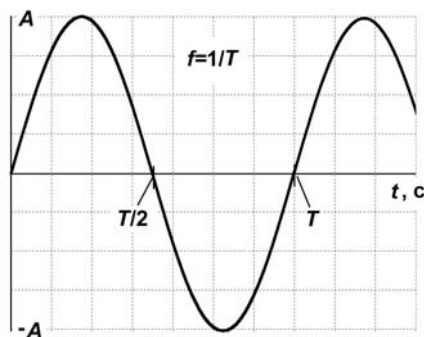

Рис. 4.2. График простого синусоидального колебания
На рис. 4.2 приведен график такой величины в зависимости от времени в условном масштабе. По оси ординат могут быть отложены как напряжение или ток, так и любой другой физический параметр. Отрезок времени T есть период изменения, а величина A носит название *амплитуды* и представляет собой максимальное значение нашей переменной в одном периоде (отметим, что для синусоидального закона минимальное значение — на части графика ниже оси абсцисс — строго равно максимальному). Величина, обратная периоду, обозначается буквой f и носит название *частоты* (см. формулу на рис. 4.2 сверху). Для нее придумана специальная единица измерения — это хорошо всем знакомый герц (Гц), названный так в честь немецкого физика XIX века Генриха Герца, доказавшего существование радиоволн. Как следует из определения частоты, размерность герца есть единица, деленная на секунду: $1 \text{ Гц} = 1/\text{с}$. Это просто-напросто означает, что колебание с частотой 1 Гц имеет период повторения ровно 1 секунду. Соответственно, 1 кГц (килогерц) означает, что в одной секунде укладывается тысяча периодов, 1 МГц (мегагерц) — миллион периодов и т. п.
Эта величина носит название *фазы*. Взятая для одного отдельного колебания, величина фазы выглядит не имеющей особого смысла, т. к. мы всегда можем сместить точку начала отсчета времени так, чтобы привести уравнение к виду (1), а, соответственно, график — к виду рис. 4.2, и при этом ничего не изменится. Однако все будет выглядеть иначе, если мы имеем два связанных между собой колебания — скажем, напряжения в разных точках одной схемы. В этом случае нам может быть важно, как соотносятся их величины в каждый момент времени, и тогда фаза одного переменного напряжения относительно другого (называемая в этом случае *сдвигом* или *разностью фаз*) и будет характеризовать такое соотношение. Для колеба-
Для того чтобы понять смысл этого вопроса, давайте внимательно рассмотрим график синусоидального напряжения на рис. 4.2. В каждый момент времени величина напряжения в нем разная — соответственно, будет разной и величина тока через резистор нагрузки, на который мы подадим такое напряжение. В моменты времени, обозначенные $T/2$ и T (т. е. кратные половине периода нашего колебания), напряжение на нагрузке вообще будет равно нулю (ток через резистор не течет), а в промежутках между ними — меняется вплоть до некоей максимальной величины, равной амплитудному значению A . Точно так же будет меняться ток через нагрузку, а следовательно, и выделяемая мощность (которая от направления тока не зависит —
Называть действующее значение «средним» неверно, правильно называть его *среднеквадратическим* (по способу вычисления — через квадрат функции от времени). Но существует и понятия среднего значения, причем не одно, а даже два. Просто *среднее* (строго по смыслу названия) — сумма всех мгновенных значений за период. И так как нижняя часть синусоиды (под осью абсцисс) строго симметрична относительно верхней, то можно даже не брать интегралов, чтобы сообразить, что среднее значение синусоидального напряжения, показанного на рис. 4.2, в точности равно нулю — положительная часть компенсирует отрицательную. Но такая величина малоинформативна, поэтому чаще используют *средневыпрямленное* (среднеамплитудное) значение, при котором знаки не учитываются (т. е. в интеграл подставляется абсолютная величина напряжения). Эта величина (U_c) связана с амплитудным значением (U_a) по формуле $U_a = \pi \cdot U_c / 2$, т. е. U_a равно примерно $1,57 \cdot U_c$.